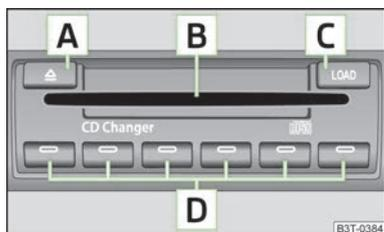

Fig. 109
➤ Pulsar la tecla **C** » fig. 109 e introducir el CD (Compact Disc) en el hueco para CDs **B**. El CD se coloca automáticamente en la posición libre más baja del cambiador de CD. El testigo de la tecla correspondiente **D** deja de parpadear.
➤ Mantener la tecla **C** » fig. 109 pulsada durante más de 2 segundos e introducir todos los CDs, uno tras otro (máximo 6 CDs), en la cavidad de CDs **B**. Los testigos en las teclas **D** dejan de parpadear.
➤ Pulsar ligeramente la tecla **C** » fig. 109. Los testigos de control en las teclas **D** se iluminan donde las posiciones de memoria están ocupadas y parpadean donde las posiciones de memoria siguen libres.
➤ Pulsar ligeramente la tecla **A** » fig. 109 para expulsar un CD. Para las posiciones de memoria ocupadas se iluminan los testigos de control de las teclas **D**.
➤ Para expulsar los CDs, mantener la tecla **A** » fig. 109 pulsada durante más de 2 segundos. Todos los CDs del cambiador de CD son expulsados uno tras otro.
- Introducir el CD en la cavidad de CD **B** » fig. 109 siempre con la cara impresa hacia arriba.